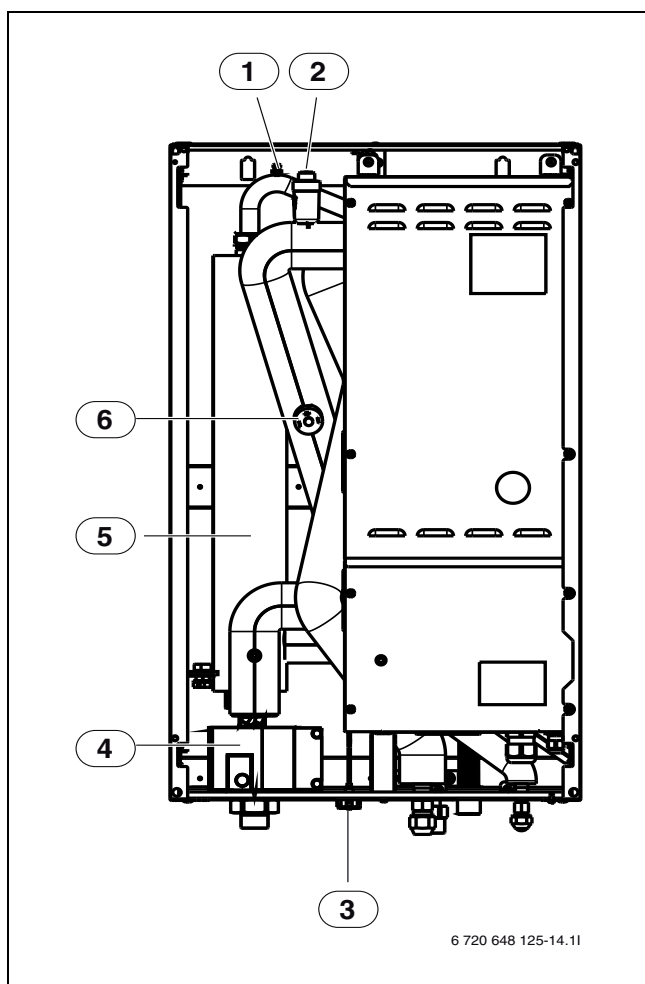

Fig. 20 Frigocomfort-modul med lavenergipumpe og strømtilskudd
- ▶ Avluft varmesystemet ved å åpne avluftingsventilen (→ [1], fig 20). Dette må kanskje gjentas flere ganger og er veldig viktig for at varmepumpen skal fungere optimalt.